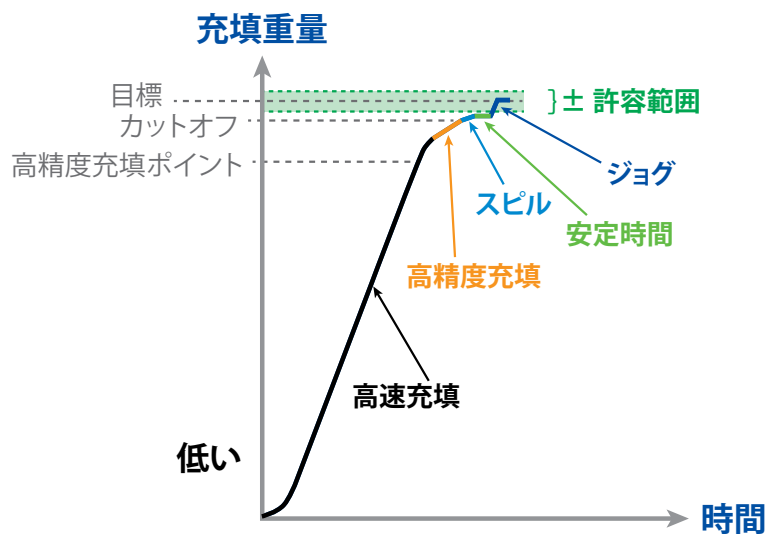

図 25: 2 速充填操作
5. 図 25 は、速度と精度のジレンマを改善する方法の 1 つを示しています。大半のタンクを高速 / 低精度で充填し、終わりに向かって、低速 / 高精度に切り替えることができます。2 つの速度による充填を実行など速度を落とすことで、ほとんどのタンクへの高精度の充填が可能です。これは、充填において速度と精度のバランスを保つための伝統的なアプローチで、現在、広く利用されています。
図 25 は、充填重量と従来の 2 速充填動作の時間を対比したグラフです。このグラフに表示された要素の一部または全部を必要な精度に応じて、標準の充填動作に組み込むことができます。上部には、充填重量の目標値と最大許容誤差が表示されます。充填サイクルは図に示すように複数の段階に分けることができます。フィーダ装置がまず作動すると、材料のフローはしばらくして、充填時間と重量の大半を占める高速充填段階の安定したフローに上昇します。その後は、充填重量を調整して、許容範囲内にあることを保証する追加の段階になります。各種の用語については、以下で詳細に説明しています。